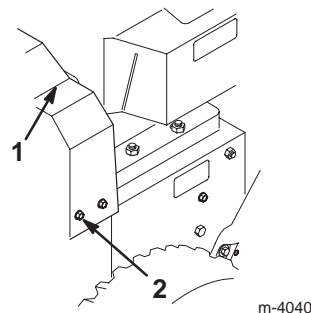

Figure 27
3. Retirez les 3 boulons de fixation du couvercle de courroie et mettez ce dernier de côté (Fig. 27).